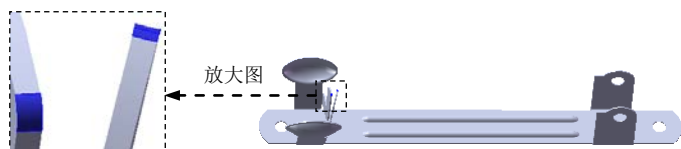

图 15.4.54 圆角 1
Step20. 创建图 15.4.54 所示的圆角 1。
(1) 选择命令。选择下拉菜单 **插入(I)** → **特征(F)** → **圆角(R)...** 命令（或单击 按钮），系统弹出“圆角”对话框。